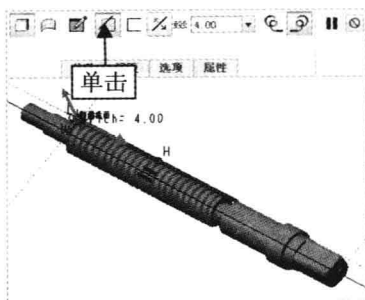

图 16-82 单击“移除材料”按钮 1
Step 04 返回“螺旋扫描”选项卡，在“输入间距值”数值框中输入 4，单击“移除材料”按钮，如图 16-82 所示。